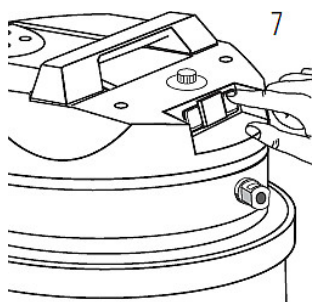

Abb. 14: EIN / AUS Schalter
Schritt 5: Stecken Sie den Stecker in die Steckdose und schalten Sie das Gerät am roten Schalter (Pos. A, Abb. 14) ein.